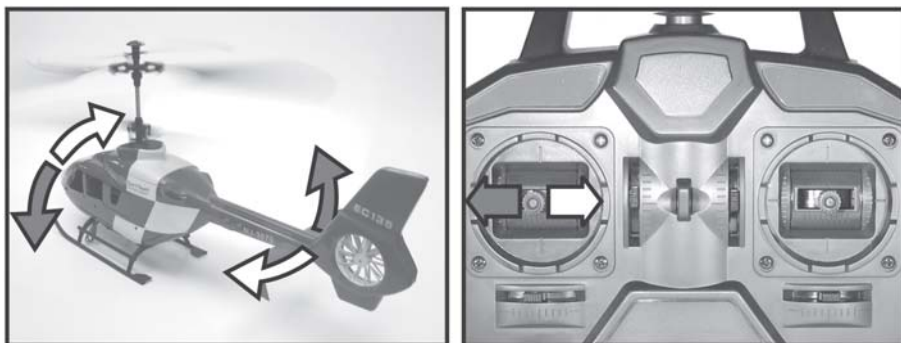

Figure 10
Afin de pouvoir tourner le modèle réduit autour de l'axe de giration (arbre du rotor), les deux rotors principaux tournent avec des vitesses légèrement différentes et le modèle commence à tourner (voir fig. 10). La commande de la fonction Arrière a lieu également au moyen du levier de commande de gauche (voir aussi fig. 1, pos. 11). Si vous poussez légèrement le levier vers la gauche, la pointe du fuselage tourne vers la gauche. Si vous le poussez vers la droite, la pointe du fuselage tourne également vers la droite.